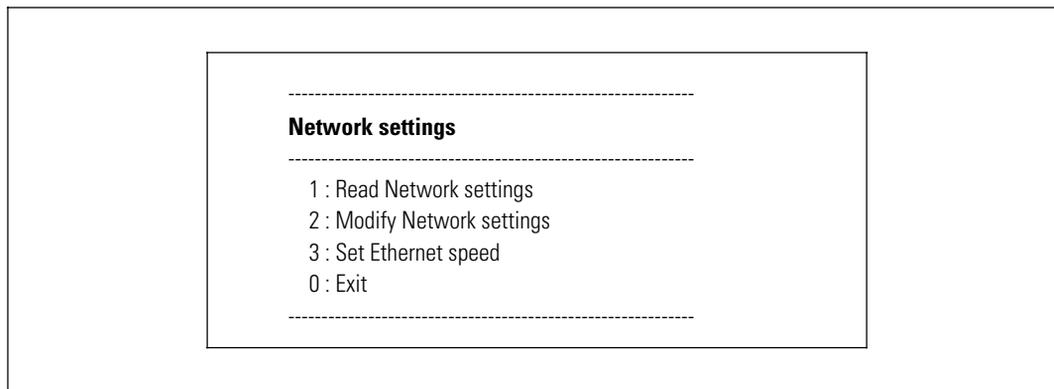

Рис. 9. Меню Настройки сети
- 1 Из главного меню введите **2** и нажмите **Enter**. Отобразится меню «Настройки сети» (см. Рис. 9).